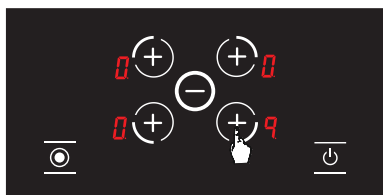

Abbildung 12
2. Die Kochstufe des entsprechenden Herds wird als **9** eingestellt. (siehe Abb. 12)